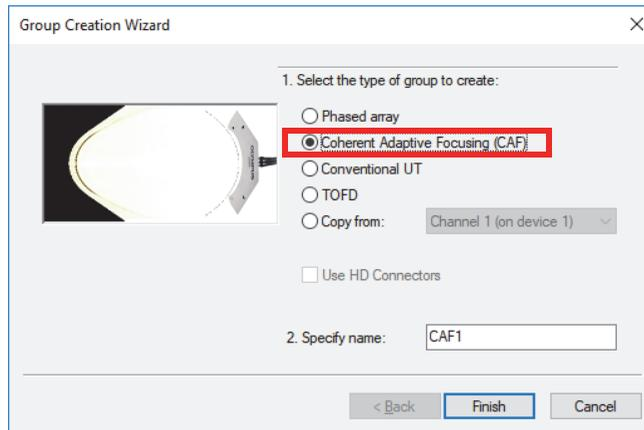

Figura 4-12 La finestra di dialogo **Proced. guid. creazione gruppo**
2. Nella finestra di dialogo **Proced. guid. creazione gruppo** (Group Creation Wizard), selezionare **Focalizzazione adattativa coerente (CAF)** [Coherent Adaptive Focusing] (Figura 4-12 a pagina 112) invece di **Phased array**.